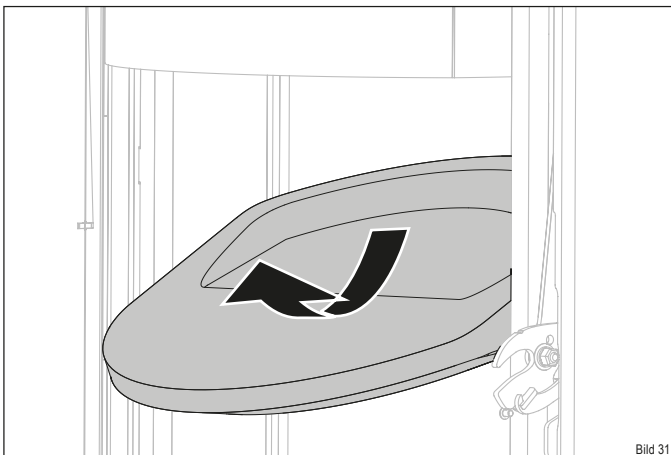

Bild 31
- Nehmen Sie den Thermostein vorsichtig, wie abgebildet, aus der Halterung (Bild 31).